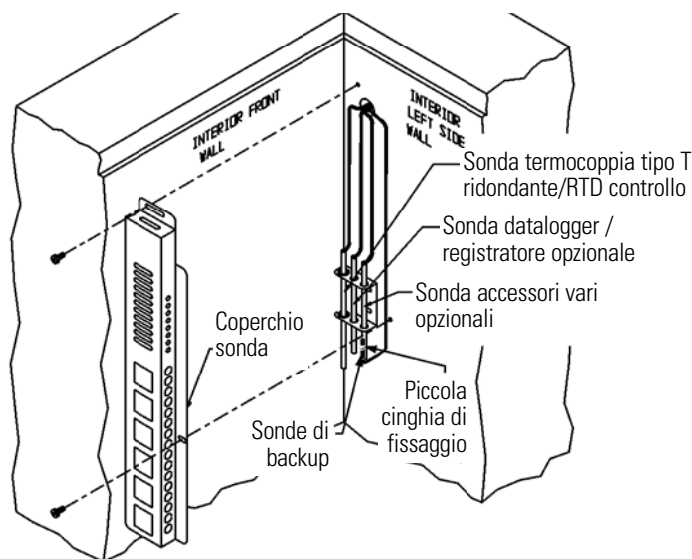

Figura 6-5. Posizione sonda
4. Aprire il coperchio del congelatore e individuare il coperchio della sonda sulla parete sinistra frontale superiore. Rimuovere le due viti a croce che fissano il coperchio della sonda (vedere Figura 6-5).
5. Indirizzare la sonda BUS attraverso la porta sonda, circa 30 cm. Fissare la sonda di backup sulla sonda di temperatura utilizzando una piccola fascetta (Figura 6-5).
7. Reinstallare il coperchio della sonda (Figura 6-5).